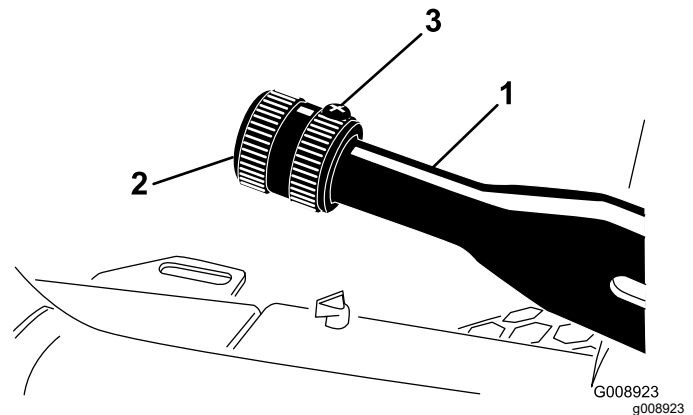

Figure 63
2. Desserrez la vis de fixation du pommeau sur le levier du frein de stationnement (Figure 63).